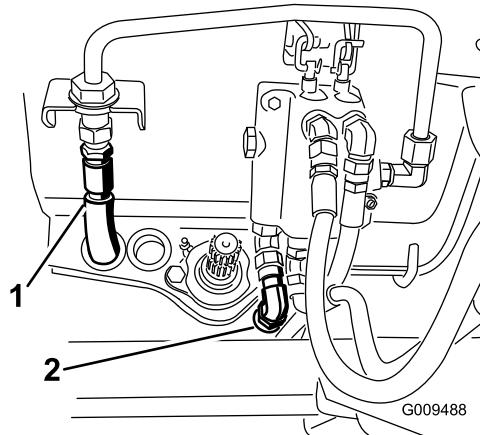

**Figure 27**
13. Desserrez les boulons de levage et déposez le tube de levage de la cabine par les découpes du plancher (Figure 27).